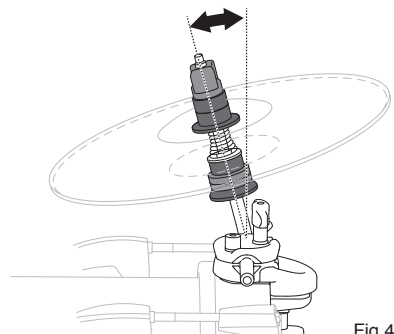

Fig.4 / 図4
- The Hoop Mount Clamp also accepts the L-Rod at both left and right 90-degree angles for alternative setups (Fig.4).
- Lロッドを横向きにセットすることで角度をつけたセッティングが可能です (図 4)。